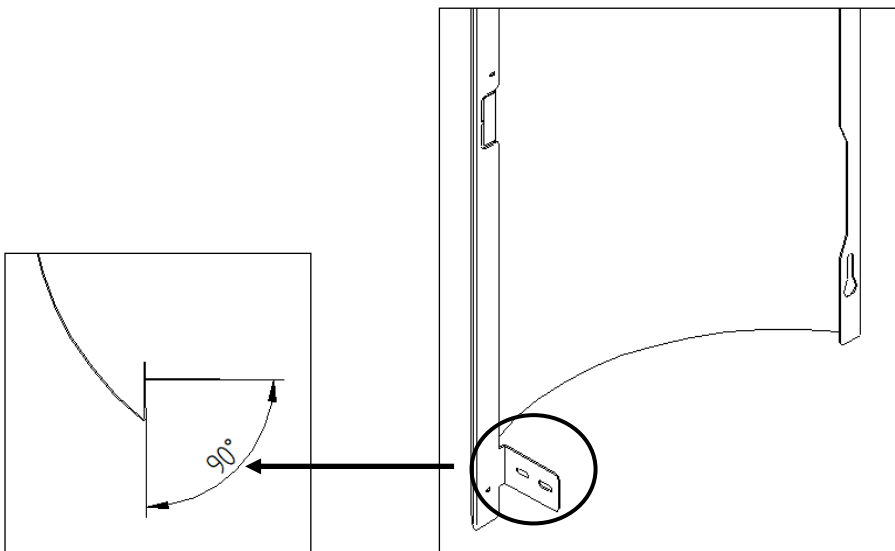

Figura 78 - Ângulo da patilha inferior
d) De seguida para encaixar as capas laterais, deve em primeiro lugar dobrar a patilha como se indica na Figura 78 de forma a garantir que fique com um ângulo inferior a 90°.